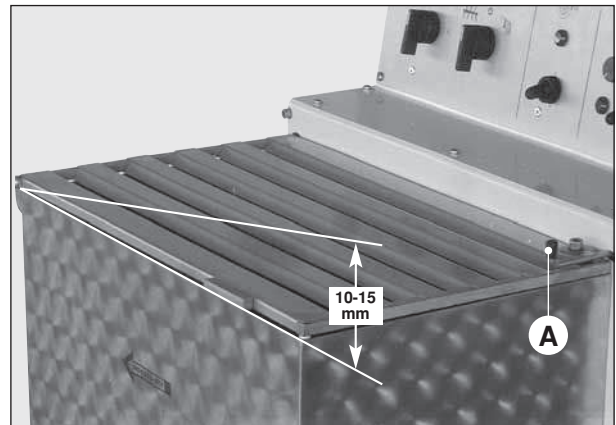

Fig. 33
- La eficiencia del doble dispositivo de seguridad en la tapadera. El dispositivo pone en acción dos microinterruptores: uno mandado por el gancho sobre la tapadera (Fig. 33 A), en el interior de la hendidura de bloqueo, y el otro por la tapadera misma.
Para comprobarlo, contrólese que la intervención del micro en el interno de la hendidura inicie cuando el gancho no ha salido aún de la hendidura misma; el micro de la tapadera debe hacer oír un disparo cuando la tapadera sea levantada de aproximadamente 10-15 mm (Fig. 33).